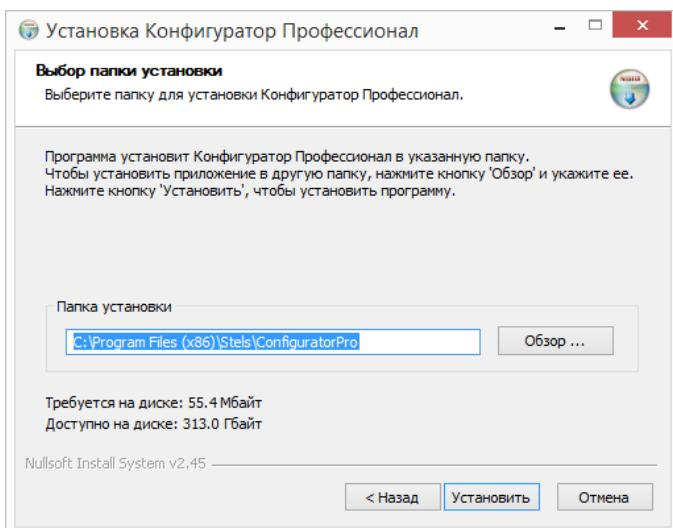

Рисунок 4.2 — Окно *Выбор папки установки*
5. В следующем окне укажите папку установки и нажмите кнопку **Установить** (см. рисунок 4.2).